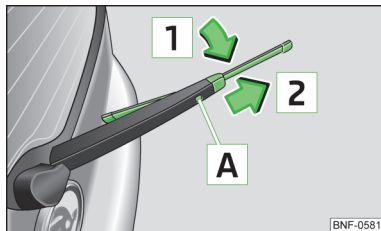

Fig. 123
- Ridicați brațul ștergătorului de pe lunetă și basculați puțin lamela ștergătorului de lunetă n sensul brațului ștergătorului de lunetă, săgeata **1** » fig. 123.